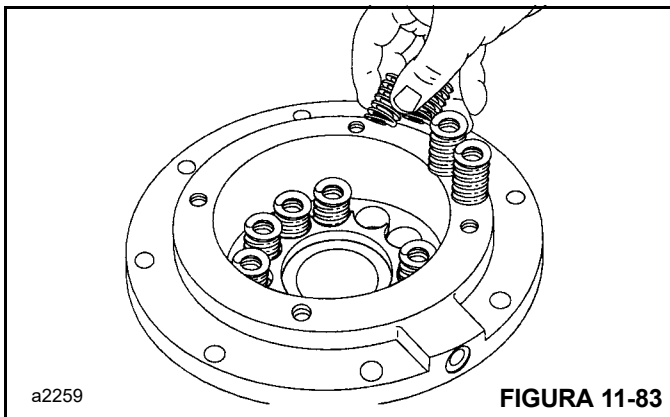

FIGURA 11-83
6. Instale el espaciador de resorte y luego los resortes del freno (Figura 11-83).